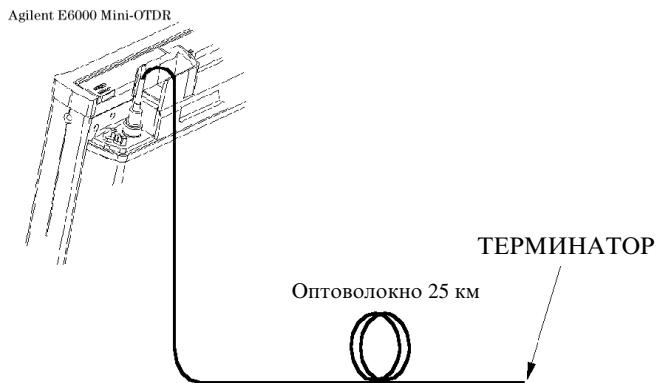
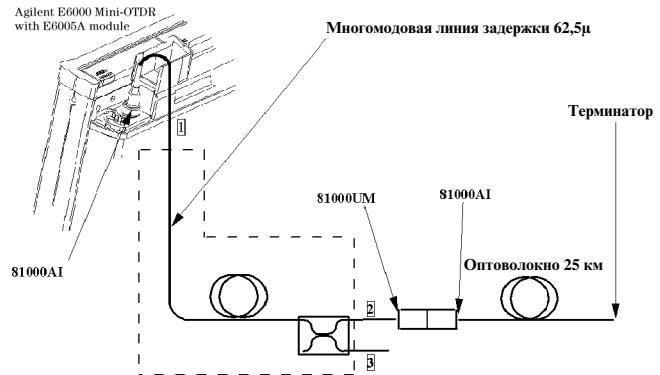

Рис. 72 Схема рабочего места для определения динамического диапазона (одномодовый режим)
Рис. 73 Схема рабочего места для определения динамического диапазона (многомодовый режим)
- 1 Соберите рабочее место по схеме, показанной на Рис. 72 (для одномодового модуля) или Рис. 73 (для многомодового модуля), обеспечив отсутствие отражения на дальнем конце.
При использовании многомодового кабеля раздвоитель не потребуется (обведен пунктирной линией на Рис. 73).